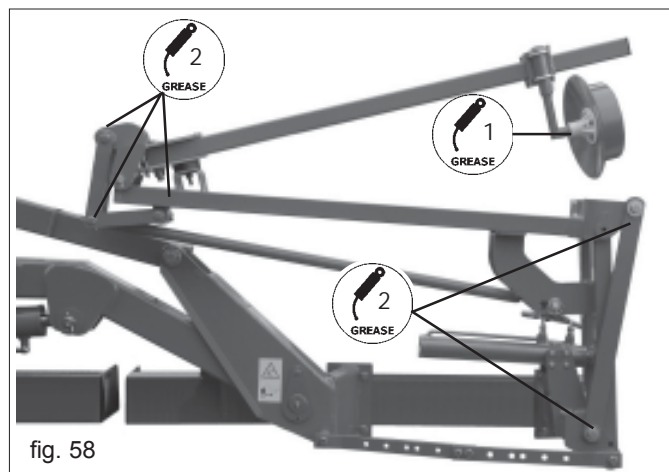

fig. 58
- Graisser le pivot des disques à tracer (1 Fig. 58).
- Graisser le pivot du bras à tracer (2 Fig. 58).